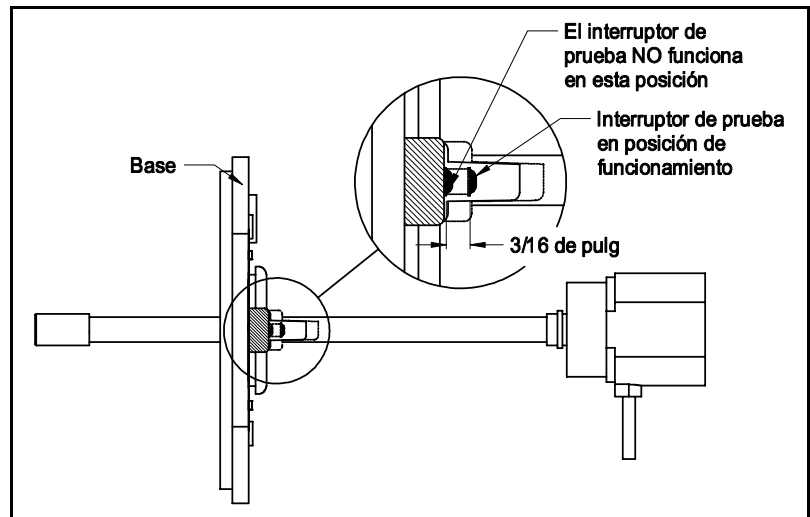

Figura 6
11. Si no ve el brillo azul, asegúrese de que la base esté debidamente instalada en el conducto. Hay un interruptor de prueba ubicado en la base que se debe fijar debidamente en el conducto. Cerciórese de que cuando se monta la base que la arandela plateada en el interruptor se levanta el aproximadamente 3/16" y el interruptor se contrata completamente. (Consulte la figura 6.)